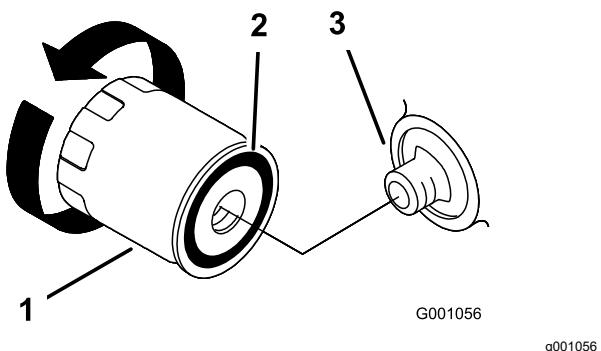

Figure 34
4. Posez le filtre à huile de rechange sur l'adaptateur, tournez le filtre dans le sens horaire jusqu'à ce que le joint en caoutchouc rencontre l'adaptateur, puis serrez-le encore de 2/3 de tour à 1 tour (Figure 34).